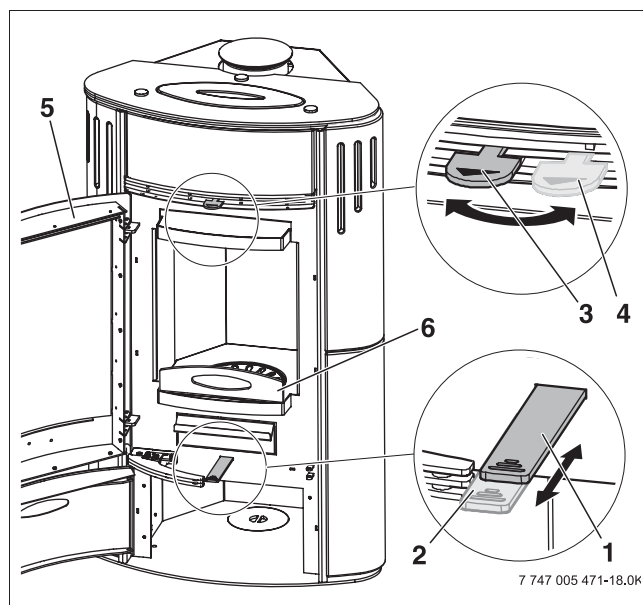

Рис. 22 Заслонки первичного и вторичного воздуха
- ▶ закройте заслонки первичного и вторичного воздуха (\rightarrow рис. 22 [1], [4])
- ▶ закройте заслонки первичного и вторичного воздуха (→ рис. 22 [1], [4]).